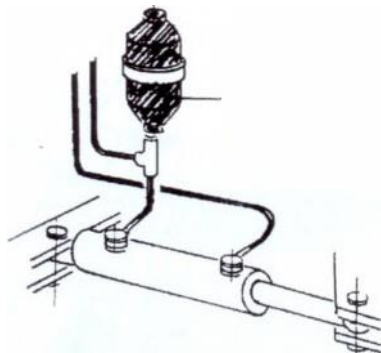

рис. 37
**Безопасность рычагов:** Машина оснащена автоматической системой безопасности, которая включается, когда головка сцепления касается препятствия, и трактор продолжает двигаться. Система безопасности поднимает рычаг, чтобы избежать удара; У оператора будет время, чтобы направиться и проехать мимо препятствия. Система автоматического возврата поглощает масло под давлением во время удара и отпускает его, перемещая рычаг обратно в рабочее положение (рис. 37).